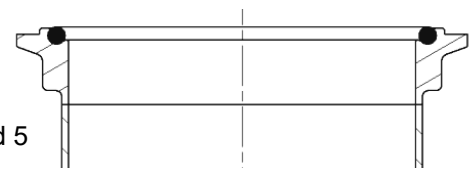

Bild 5
- * Mit Klemmverbindung nach DIN 11853-3 bzw. DIN 11864-3 (Bild 5)